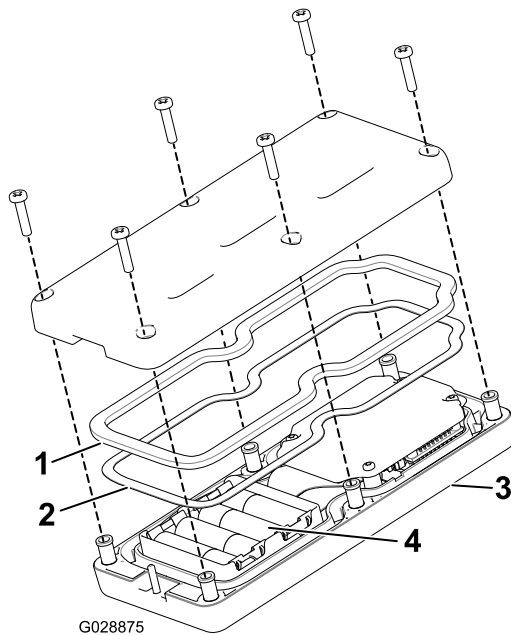

図 20
2. 電池を入れる 電池の向きに注意すること。電池を入れる箇所にはプラス・マイナスの表示がある 図 20。
3. スチール製のガスケットとゴム製のシールをハンドヘルドリモートの溝にきちんとはめ、バックカバーを取り付ける (図 20)。
4. ねじ6本を使ってカバーを固定し 図 20、各ねじを $1.5 - 1.7\text{N}\cdot\text{m}$ $0.15 - 0.17\text{ kg}\cdot\text{m} = 13 - 15\text{ in}\cdot\text{lb}$ にトルク締めする。